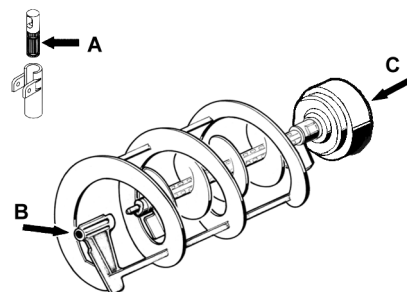

figura 12
- 2 Lubrificare il pistone rubinetto, il raschiatore interno e quello esterno (nei punti A, B e C indicati in figura 12) utilizzando esclusivamente il grasso fornito dal fabbricante o altro grasso per uso alimentare.